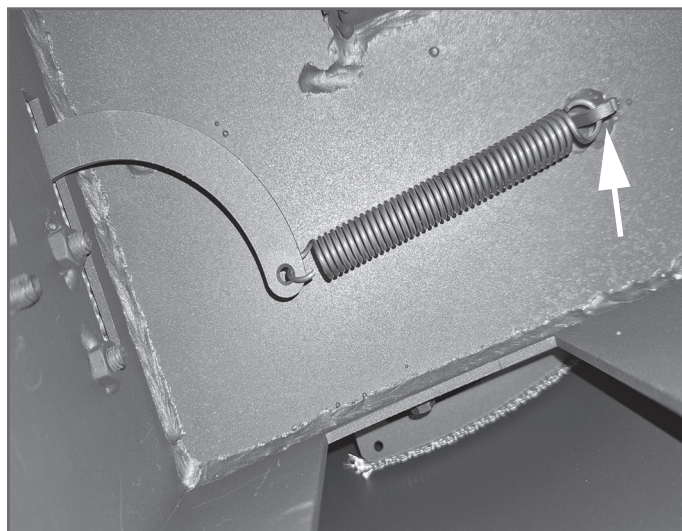

Abb.4.4 Ansicht von unten nach oben im Holzlagerfach
- Rückzugfeder am vorgesehenen Punkt im Korpus einhängen (Abb.:4.4)